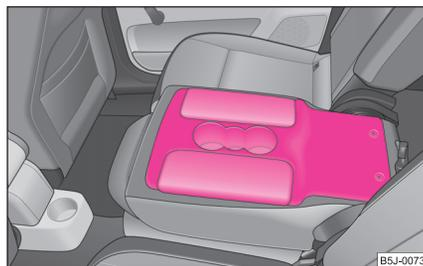

Fig. 58 Asientos traseros: Apoyabrazos
- Puede abatir el respaldo central hacia delante ⇒ página 62, “Abatir asientos hacia delante” y utilizarlo como apoyabrazos o mesa con portavasos ⇒ fig. 58.